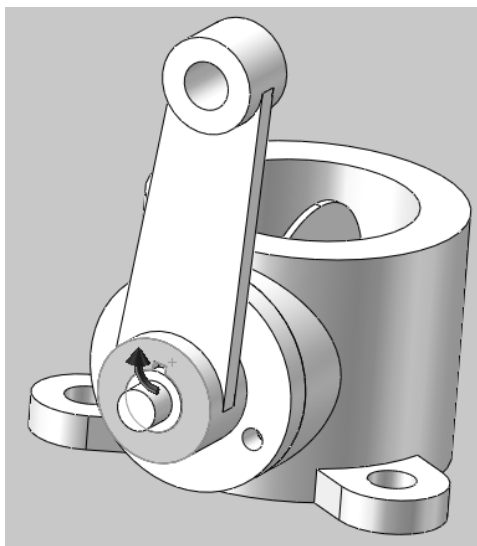

图 11-91 选择旋转方向
**03** 创建马达。单击 MotionManager 工具栏上的“马达”按钮，弹出“马达”属性管理器。在属性管理器“马达类型”一栏中选择“旋转马达”，在视图中选择臂外表面，属性管理器和旋转方向，如图 11-91 所示。在属性管理器中选择“等速”运动，输入速度为 100RPM，单击属性管理器中的“确定”按钮，完成马达的创建。